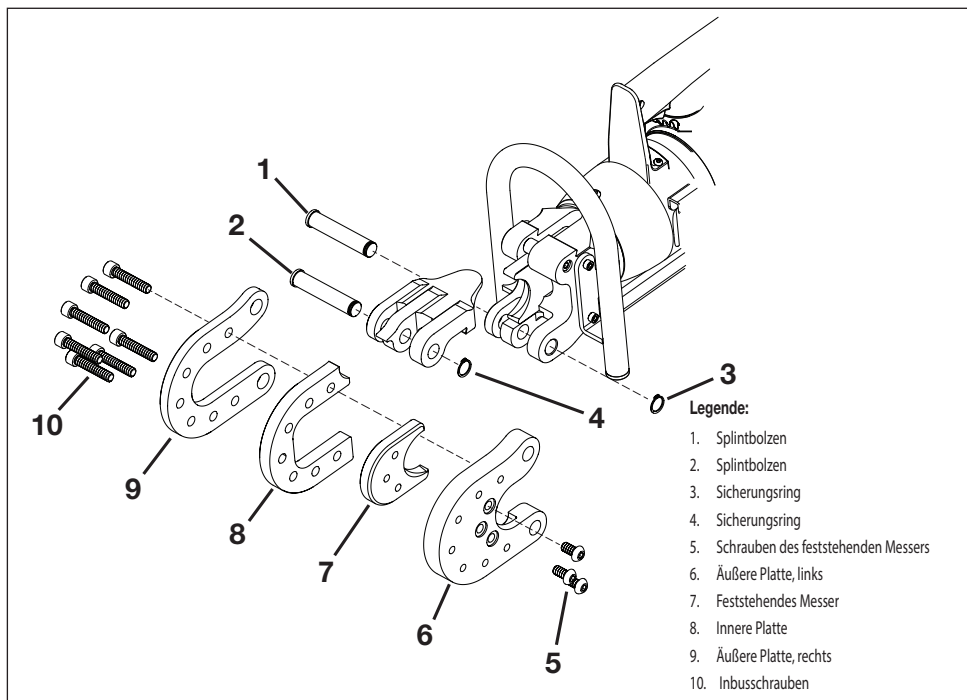

Abbildung 12, Austausch des feststehenden Messers
Der Austausch des feststehenden Messers ist in den folgenden Schritten durchzuführen: Siehe Abbildung 12, Elemente 1, 2 und 3.
5. Entfernen Sie die Sicherungsringe (Abbildung 12, Elemente 3 und 4). Entfernen Sie die Splintbolzen (Abbildung 12, Elemente 1 und 2) und den Schneidkopf (Abbildung 12, Elemente 5 - 10).
6. Entfernen Sie die sieben Inbusschrauben (Abbildung 12, Element 10).
7. Trennen Sie die linke äußere Platte (Abbildung 12, Element 6), die innere Platte (Abbildung 12, Element 8) und die rechte äußere Platte (Abbildung 12, Element 9).
8. Entfernen Sie die drei Schrauben des feststehenden Messers (Abbildung 12, Element 5) und entfernen Sie dieses (Abbildung 12, Element 7).
9. Bringen Sie das neue feststehende Messer (Abbildung 12, Element 7) mit drei Schrauben (Abbildung 12, Element 5) an der linken äußeren Platte (Abbildung 12, Element 6) an; Drehmoment 50 Nm [37 ft-lb]. Tragen Sie Loctite 243 (oder gleichwertig) auf.
10. Montieren Sie die linke äußere Platte (Abbildung 12, Element 6), die innere Platte (Abbildung 12, Element 8) und die rechte äußere Platte (Abbildung 12, Element 9) mit sieben Inbusschrauben (Abbildung 12, Element 10). Drehmoment 50 Nm [37 ft-lb]. Tragen Sie Loctite 243 (oder gleichwertig) auf.
11. Bringen Sie den Sperrriegel unter Verwendung des Splintbolzens (Abbildung 12, Element 2) und des Sicherungsrings (Abbildung 12, Element 4) am Schneidkopf an.
12. Bringen Sie den Schneidkopf (Abbildung 12, Elemente 5 - 10) unter Verwendung des Splintbolzens (Abbildung 12, Element 1) und des Sicherungsrings (Abbildung 12, Element 3) am Werkzeugkörper an.